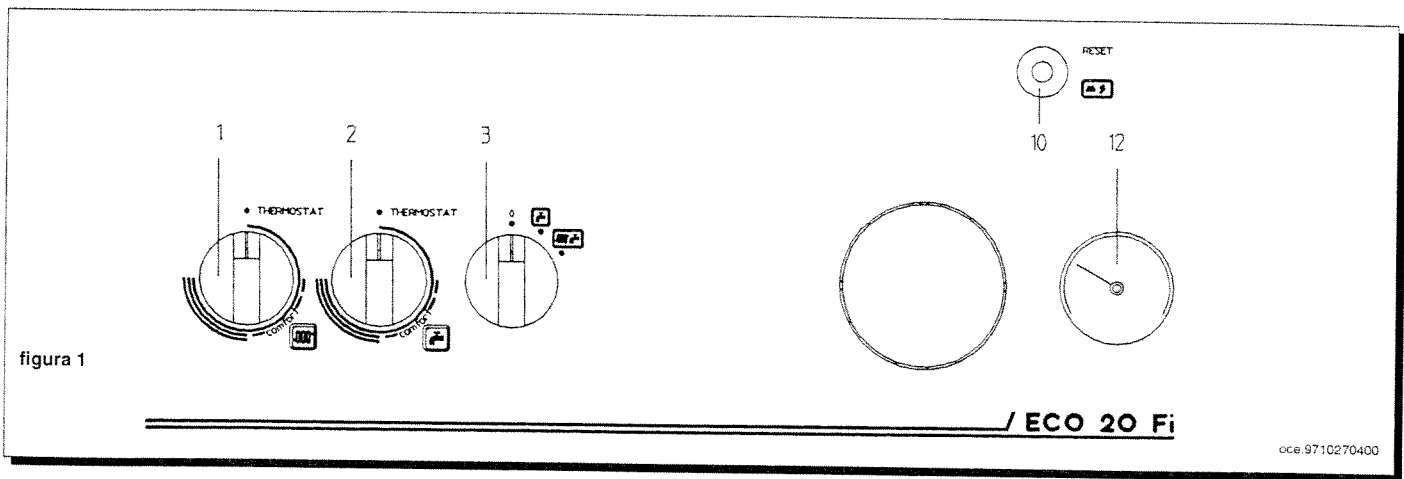

figura 1
\* elettrodo di rivelazione di fiamma: la segnalazione (10) (figura 1 a pagina 5) viene attivata, per mezzo di un elettrodo di rivelazione di fiamma, in caso di mancanza di gas o interaccensione incompleta del bruciatore principale. In queste condizioni la caldaia va in blocco di sicurezza. Premere il pulsante di riarmo (10) per ripristinare le normali condizioni di funzionamento.
\* electrodo de detección de llama: en caso de falta de gas o de interencendido incompleto del quemador principal, este dispositivo activa la señalización (10) (figura 1 - página 5).